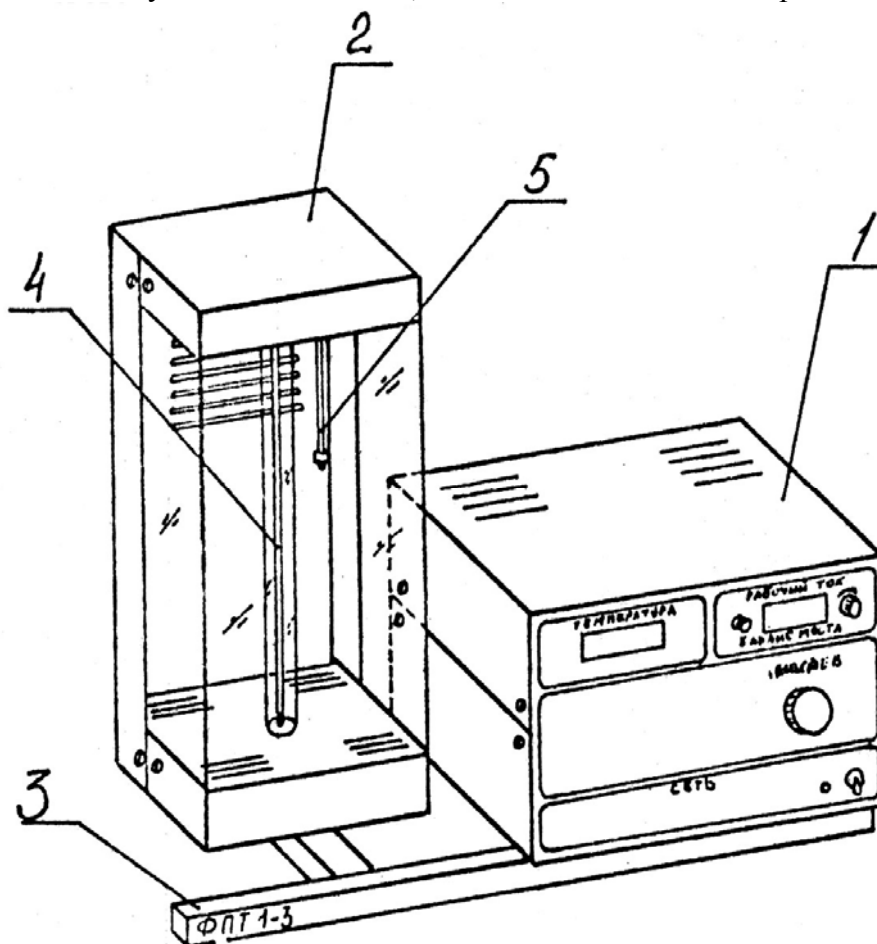

Рис. 2.1
Для визначення коефіцієнта теплопровідності повітря призначена експериментальна установка ФПТ 1-3, загальний вигляд якої зображено на рис. 2.1.
Робочий елемент установки являв собою скляну трубку, заповнену повітрям, по осі якої натягнута вольфрамова дротина (4). Температура трубки в ході експерименту підтримується сталою завдяки примусовій циркуляції повітря між трубкою і кожухом (2), яка здійснюється за допомогою вентилятора, що знаходиться в блоці робочого елемента. Температура повітря в трубці вимірюється напівпровідниковим термометром (5) і реєструється на цифровому індикаторі блоку приладів (1) при натисканні кнопки "°C". Якщо відпустити кнопку "°C", на цифровому індикаторі можуть бути виміряні значення падінь напруги на еталонному резисторі  $U_P$ , і на дротині  $U_H$  при натисканні відповідної кнопки. Значення напруги на дротині встановлюється регулятором "НАГРЕВ", який знаходиться на передній панелі блоку приладів. Геометричні розміри робочого елемента: діаметр трубки  $D$ , діаметр дротини  $d$ , довжина трубки  $l$ , а також температурний коефіцієнт опору матеріалу дротини  $\alpha$ , вказані на робочому місці (позиція 3 на рис.2.1 означає стояк).